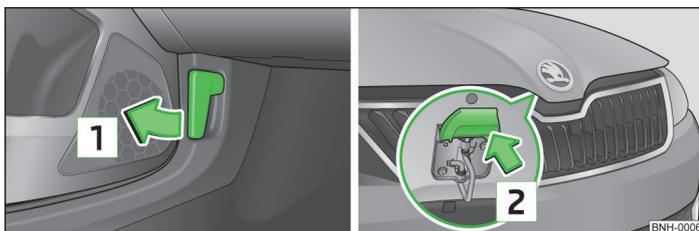

Fig. 96 Déverrouillage du capot
- Tirez sur la manette de déverrouillage **1** en dessous du tableau de bord » fig. 96.
- Appuyez sur la manette de déverrouillage dans le sens de la flèche **2** » fig. 96, le capot moteur se déverrouille.